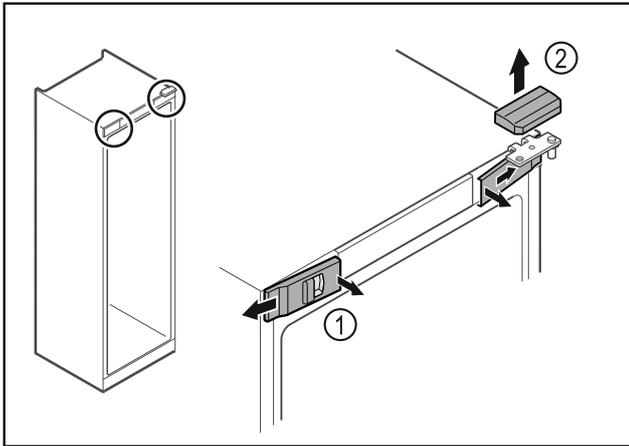

Fig. 14
- Disinnestare le coperture anteriori Fig. 14 (1) dall'interno ed estrarle lateralmente.
- Rimuovere la copertura superiore Fig. 14 (2) sollevandola verso l'alto.